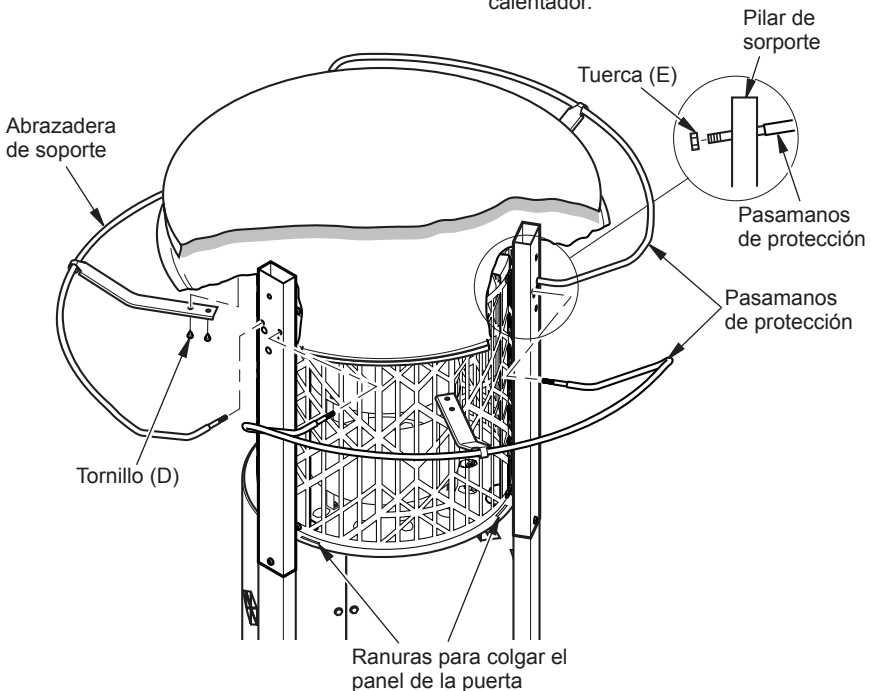

Figura 11 - Conjunto de pasamanos de protección (la parte superior y los deflectores se eliminaron para propósitos de claridad)
18. Deslice las abrazaderas de soporte a través de los pasamanos de protección como se muestra en la figura 11. Asegúrese de que las abrazaderas se curven hacia abajo.
19. Inserte los pasamanos de protección en los orificios de los pilares de soporte (consulte la figura 11). Los pasamanos de protección entran completamente en los pilares de soporte. Fije 1 tuerca (E) a los extremos de los pasamanos de protección como se muestra en la figura 11.
20. Fije las abrazaderas de soporte a la parte inferior del deflector utilizando 2 tornillos (D) en cada una como se muestra en la figura 11.